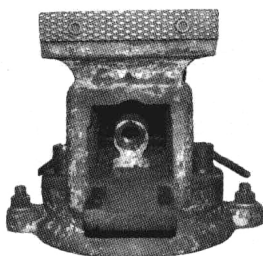

图 1-14 安装螺母
2) 安装螺母 3, 旋紧螺母 3 上的紧固螺钉, 如图 1-14 所示。